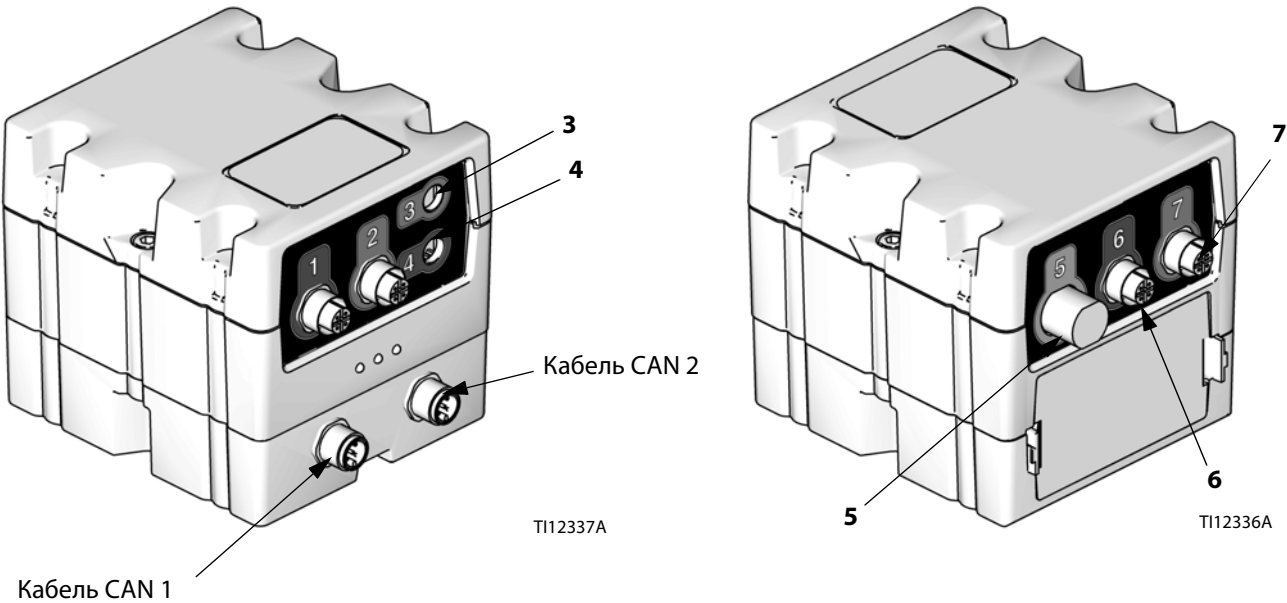

Рис. 7. Соединения датчика модуля регулирования подачи жидкости (FCM)
- Модуль регулирования подачи жидкости (K). См. Рис. 7, стр. 13.
3. Замените кабель между датчиком опорожнения бочки (EE) и разъемом FCM (см. Рис. 7, стр. 13) кабелем разделителя датчика определения низкого уровня/опорожнения бочки.